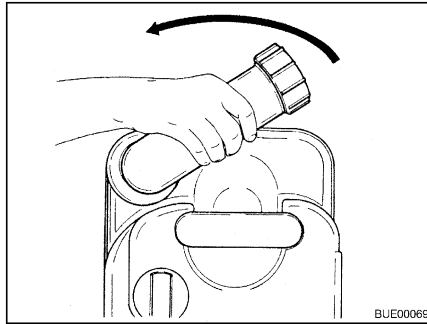

Bild 293 Vrid tömningsröret
- Vrid tömningsröret uppåt (Bild 293).